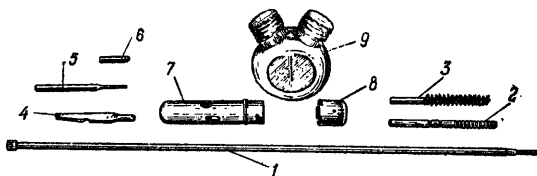

Рис. 40. Принадлежность:
25. Принадлежность (рис. 40) служит для разборки, сборки, чистки и смазки автомата. К принадлежности относятся: шомпол, протирка, ершик, отвертка, выколотка, шпилька, пенал и масленка.